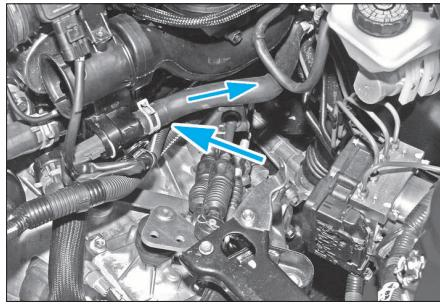

FIG. 45
- Débrancher la durite venant du chauffage (Fig.45).